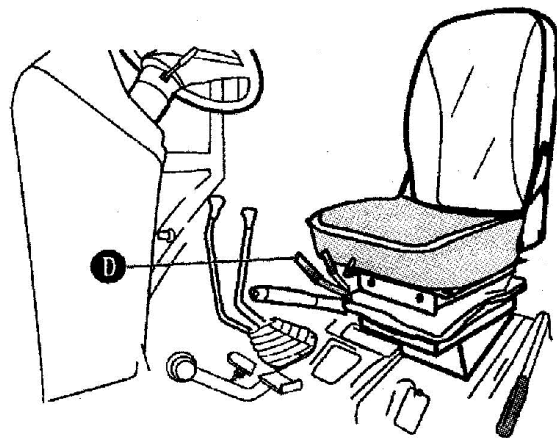

рис. 4-28 Рычаг управления позицией
Полустационарный гидравлический карданный вал оснащен рукоятками управления позицией (D) (см. Рис. 4-28), реализующими две функции: управление положением и плавающее управление.